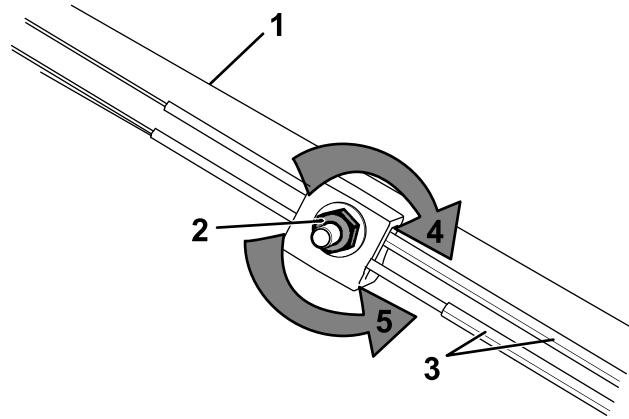

図 31
- 調整ナットを左に回してケーブルの調整をゆるめる図 31。
- ケーブル図 31を押し引きして適当な位置に調整できたら、その位置に保持する。